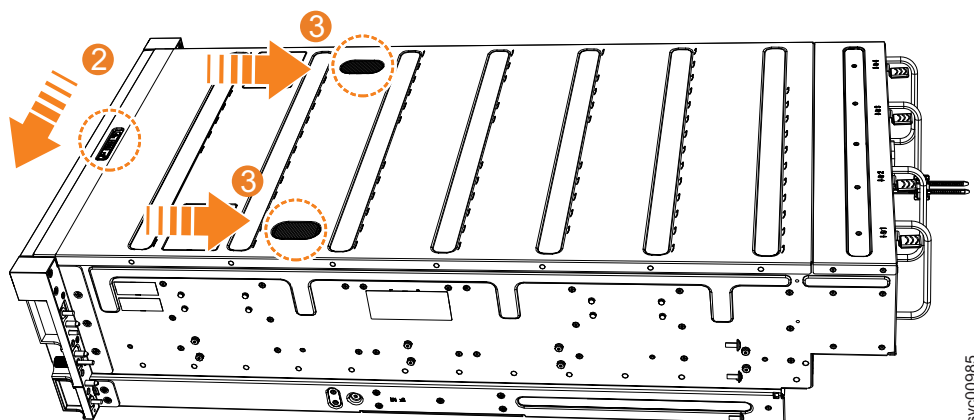

図 61. 2076-92F 上部カバーの再取り付け
2. 72 ページの図 61 に示すように、カバー解放レバー (2) を側面の方へ押します。
3. 72 ページの図 61 に示すように、カバーが止まるまで、エンクロージャーの背面方向へスライドさせます (3)。